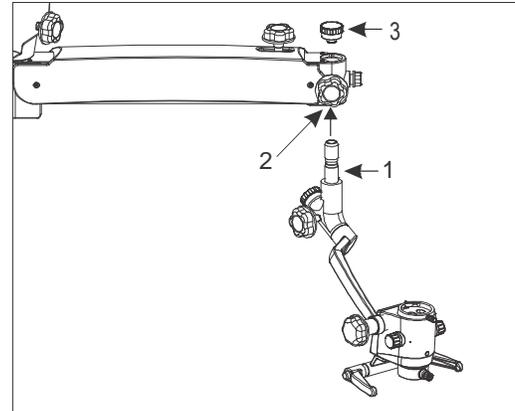

Fig. 5
7.4 Retirer l'ensemble de l'assemblage incliné de la boîte d'emballage. Installer l'assemblage dans le bras de suspension en déplaçant l'axe du guide (1) au bras de suspension (2), avant de faire glisser dans l'axe du guide. Assurer l'assemblage incliné avec le bouchon à vis (3). Voir Fig. 5. Installer toutes les clés de blocage dans le bras de suspension, l'assemblage incliné et la clé de blocage du sélecteur de grossissements.